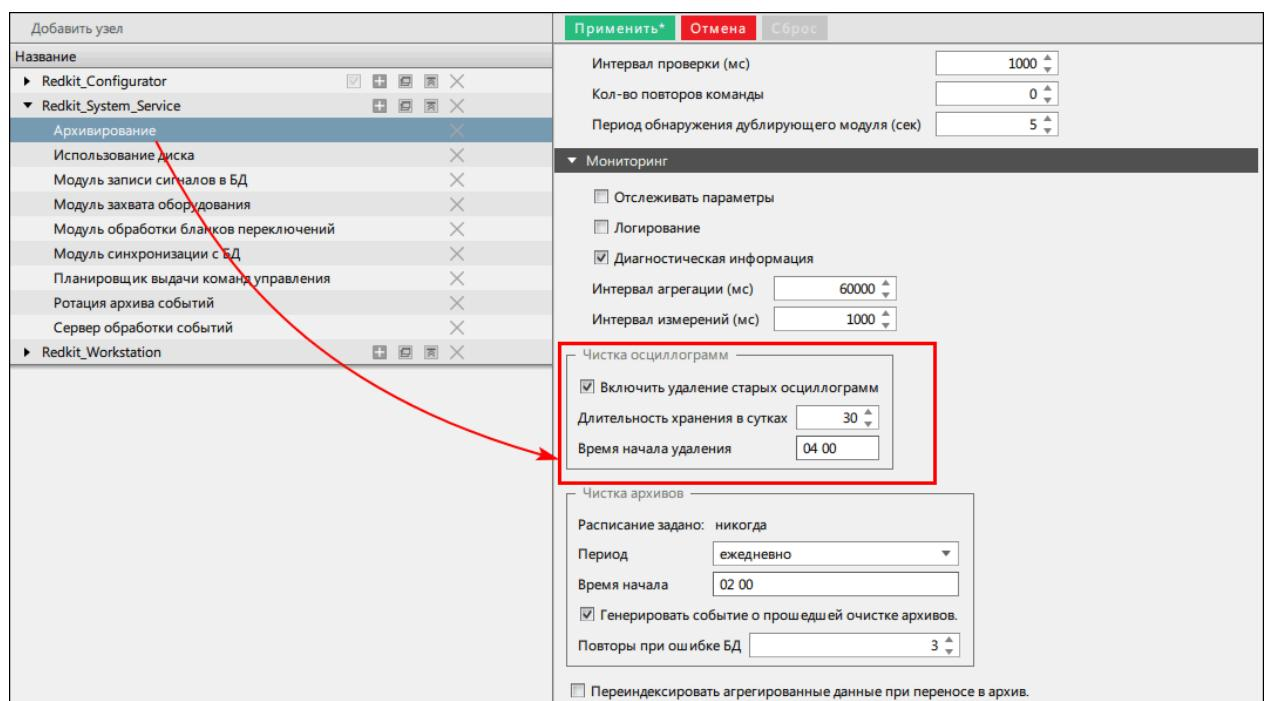

Рисунок 416 - Параметры для чистки осциллографов
6. В сервисных узлах (*Redkit\_System\_Service* - для односерверной конфигурации, *Redkit\_Master* и *Redkit\_Slave* - для конфигурации с резервированием) нажмите на модуль **Архивирование** и настройте параметры для чистки осцилограмм (Рисунок 416).